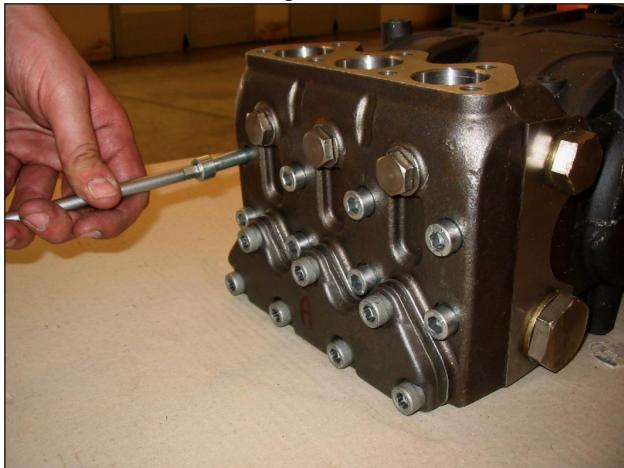

Fig. 20
- A) Remova os parafusos de fixação do cabeçote M10x110, conforme indicado na Fig. 20.